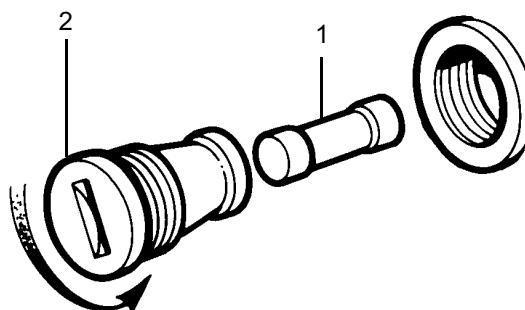

Fig. 21.1
Un fusible de 2A est installé pour protéger le tableau de commande. Pour enlever le fusible (1), dévisser son support (2) (voir **Fig. 21.1**).